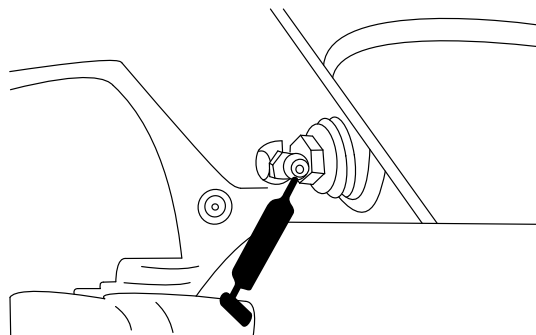

Figura 41
- Perno del ponte posteriore (Figura 41)